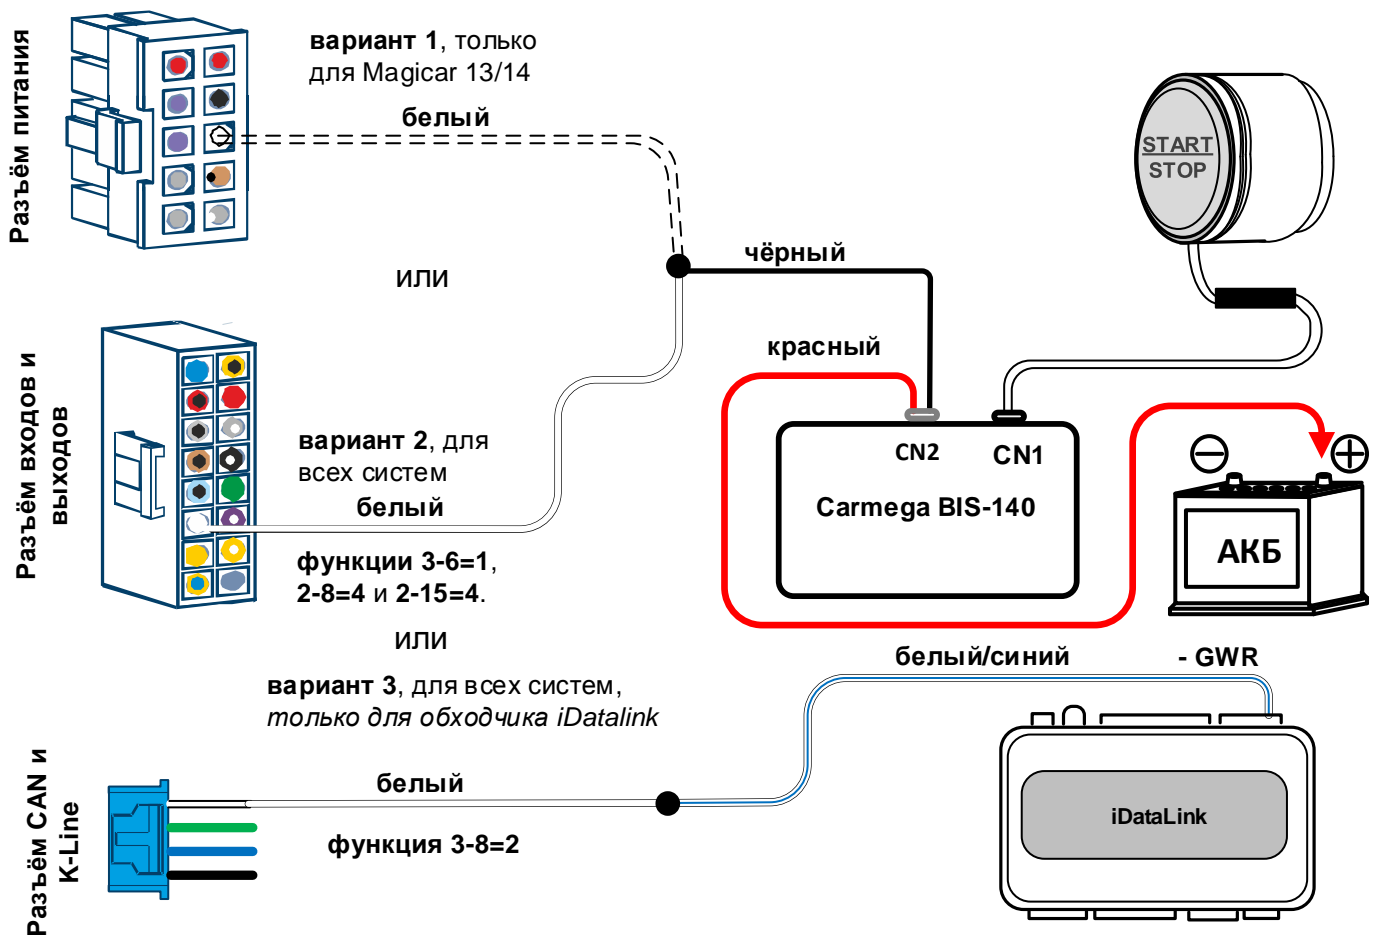

Рис. 24. Схема подключения модуля обхода иммобилайзера.
**вариант 1** - только для систем Scher-Khan Magicar 13/14: от **белого** провода, **pin 8** разъёма питания, см. рис. 24;
**вариант 2** - для всех остальных систем, не имеющих отдельного выхода «Статус автозапуска»: с помощью **доп. канала 1**, **белый** провод **разъёма входов и выходов** системы Scher-Khan, см. рис. 24. Для работы **доп. канала 1** по алгоритму управления модулем обхода иммобилайзера необходимо установить **функции 3-6=1, 2-8=4 и 2-15=4**. При этих настройках функций сигнал на выходе **доп. канала 1** появляется за 1 сек. до включения выхода "Зажигание" в автозапуске, и отключается по окончании цикла автозапуска.
**вариант 3**, (возможен только в случае использования бесключевого модуля обхода штатного иммобилайзера iDataLink, при котором нет имитации нажатия на кнопку Старт Стоп) - для всех систем, не имеющих отдельного выхода «Статус автозапуска», и в случае, если **доп. канал 1** задействован для другого подключения, или используется CAN программой, (при значениях **функции 3-6=2, 3 или 4**): с помощью **доп. канала 7**, **белого** провода **разъёма CAN и K-Line**, см. рис. 24. Для работы **доп. канала 7** по алгоритму управления модулем обхода иммобилайзера (аналогично работе выхода «Статус автозапуска» в системах Scher-Khan Magicar 13/14), установить **функцию 3-8=2**.